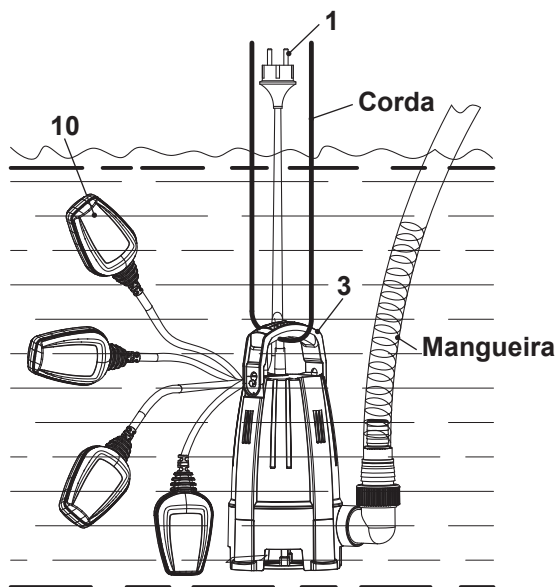

Fig. 4
4. Fixe uma corda à pega de transporte (3) e submerja o produto cuidadosamente no reservatório de água (Fig. 4).